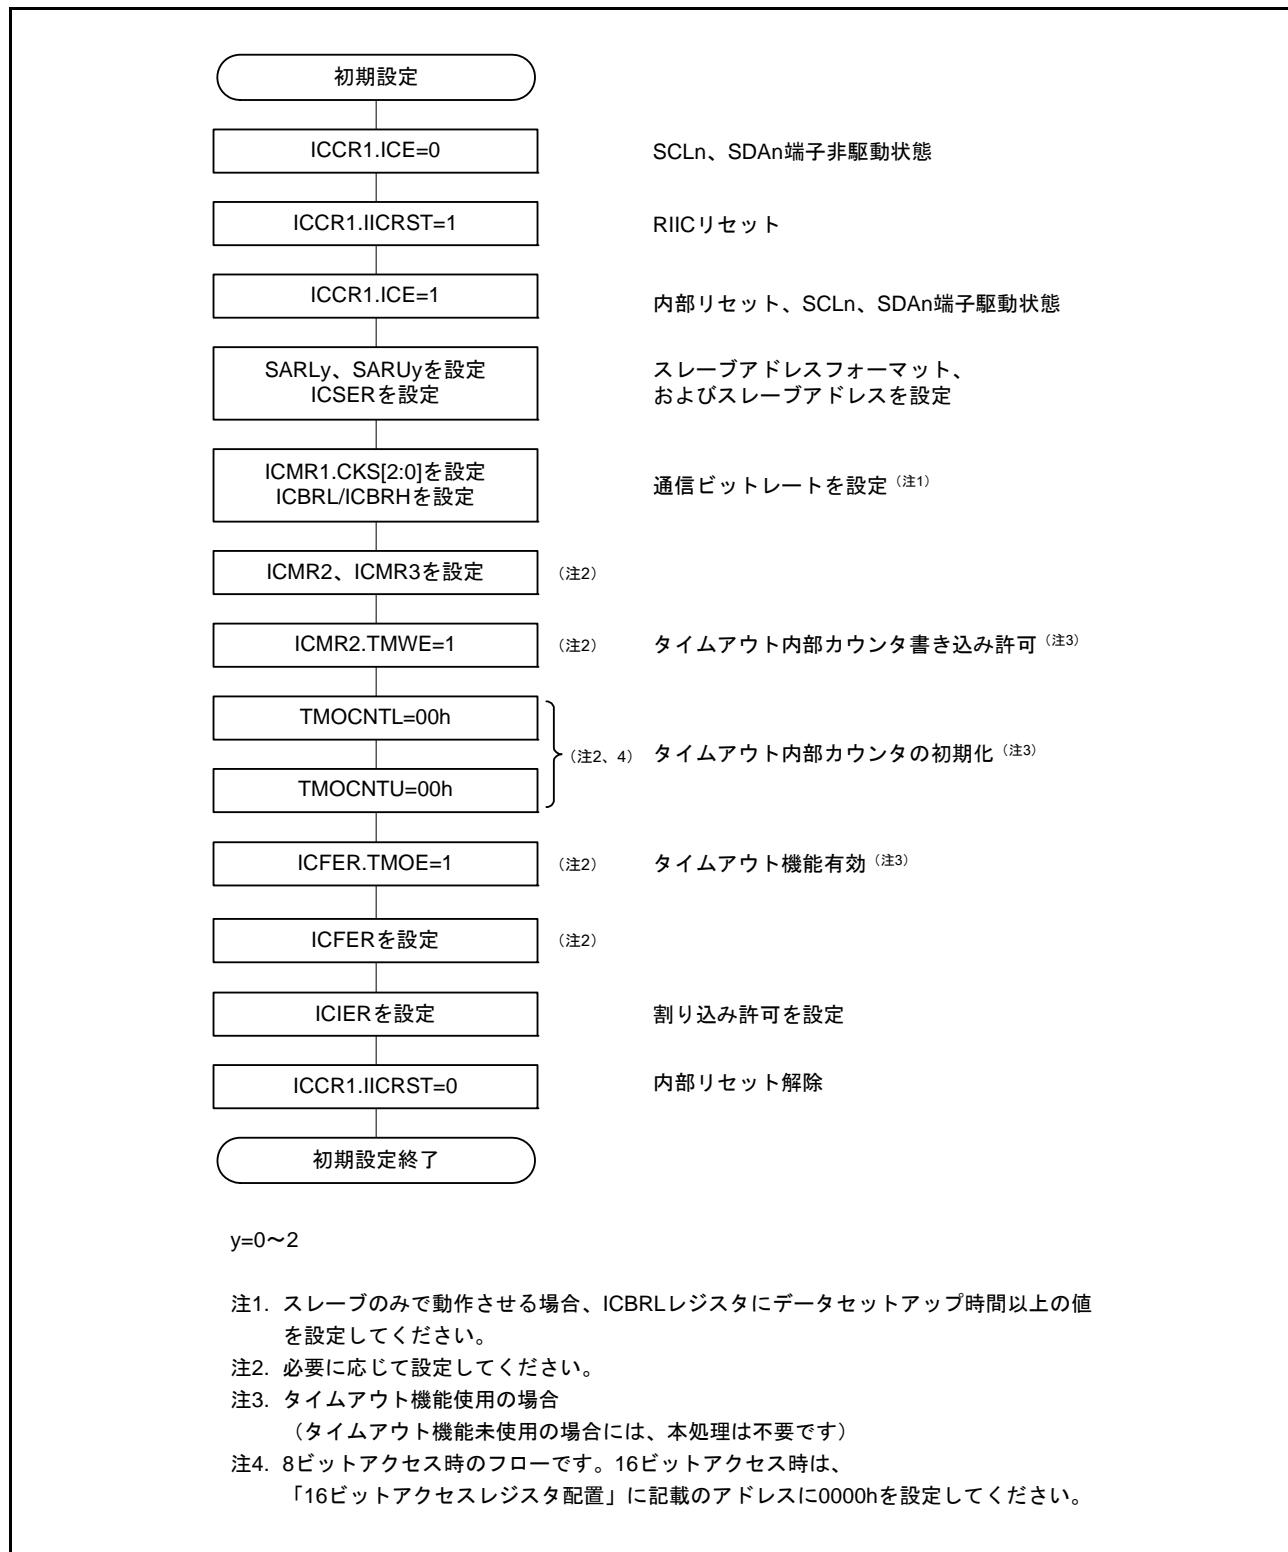

図 31.5 RIIC の初期化フローチャート例
データの送信 / 受信を開始する場合、図 31.5 に示す手順に従って RIIC を初期化してください。
- (1) ICCR1.ICE ビットを“0”（機能停止状態）にしたまま ICCR1.IICRST ビットを“1”（内部リセット）にした後、“0”（リセット解除）にします。これにより ICSR1 レジスタの各フラグや内部状態の初期化を行います。その後、SARLy、SARUy、ICSER、ICMR1、ICBRH、ICBRL レジスタ (y=0～2) を設定し、その他のレジスタは必要に応じて設定してください (RIIC の初期設定については図 31.5 参照)。必要なレジスタの設定が終了したら、ICE ビットを“1”（転送可能状態）にしてください。すでに RIIC の初期化が完了している場合、この手順は不要です。
- (2) ICCR2.BBSY フラグを読んでバスが解放状態であることを確認した後、ICCR2.ST ビットに“1”を書きます（スタートコンディション発行要求）。RIIC はスタートコンディション発行要求を受け付けると、スタートコンディションを発行します。RIIC はスタートコンディションを検出すると BBSY フラグ、ICSR2.START フラグを自動的に“1”にし、ST ビットを自動的に“0”にします。このとき ST ビットが“1”的状態で自分が出した SDA 信号と SDAn ラインの状態がずれることなくスタートコンディションを検出した場合、RIIC は ST ビットによるスタートコンディション発行が正しく行われたと認識し、ICCR2.MST、TRS ビットを自動的に“1”にしてマスタ送信モードになります。また ICSR2.TDRE は、TRS ビット=1 により自動的に“1”になります。
- (3) ICSR2.TDRE フラグが“1”であることを確認した後、ICDRT レジスタに送信データ（スレーブアドレスと R/W# ビット）を書いてください。ICDRT レジスタに送信データを書くと TDRE フラグは自動的に“0”になり、ICDRT レジスタから ICDRS レジスタにデータが転送されて、再び TDRE フラグが“1”になります。R/W# ビットを含むスレーブアドレスの送信が完了すると、送信された R/W# ビットにより自動的に TRS ビットが変更され送信モード / 受信モードが選択されます。RIIC は R/W# ビット=0 を受信すると、引き続きマスタ送信モードの状態を継続します。
- (1) ICCR1.ICE ビットを “0” (機能停止状態) にしたまま ICCR1.IICRST ビットを “1” (内部リセット) にしました後、“0” (リセット解除) にします。これにより ICSR1 レジスタの各フラグや内部状態の初期化を行います。その後、SARLy、SARUy、ICSER、ICMR1、ICBRH、ICBRL レジスタ ($y=0 \sim 2$) を設定し、他のレジスタは必要に応じて設定してください (RIIC の初期設定については図 31.5 参照)。必要なレジスタの設定が終了した後、ICE ビットを “1” (転送可能状態) にしてください。すでに RIIC の初期化が完了している場合、この手順は不要です。
- (2) ICCR2.BBSY フラグを読んでバスが解放状態であることを確認した後、ICCR2.ST ビットに “1” を書きます (スタートコンディション発行要求)。RIIC はスタートコンディション発行要求を受け付けると、スタートコンディションを発行します。RIIC はスタートコンディションを検出すると BBSY フラグ、ICSR2.START フラグを自動的に “1” にし、ST ビットを自動的に “0” にします。このとき ST ビットが “1” の状態で自分が出した SDA 信号と SDAn ラインの状態がずれることなくスタートコンディションを検出した場合、RIIC は ST ビットによるスタートコンディション発行が正しく行われたと認識し、ICCR2.MST、TRS ビットを自動的に “1” にしてマスタ送信モードになります。また ICSR2.TDRE フラグは、TRS ビット = 1 により自動的に “1” になります。
- (3) ICSR2.TDRE フラグが “1” であることを確認した後、ICDRT レジスタに送信データ (スレーブアドレスと R/W# ビット) を書いてください。ICDRT レジスタに送信データを書くと TDRE フラグは自動的に “0” になり、ICDRT レジスタから ICDRS レジスタにデータが転送されて、再び TDRE フラグが “1” になります。R/W# ビットを含むスレーブアドレスの送信が完了すると、送信された R/W# ビットにより自動的に ICCR2.TRS ビットが変更され送信モード / 受信モードが選択されます。RIIC は R/W# ビット = 1 を受信すると、9 クロック目の立ち上がりで TRS ビットを “0” にしてマスタ受信モードに移行します。このとき TDRE フラグは “0” に、ICSR2.RDRF フラグは自動的に “1” になります。
- (1) 図 31.5 に示す手順で RIIC を初期設定してください。すでに RIIC の初期化が完了している場合、この手順は不要です。初期設定完了後、RIIC はスレーブアドレスが一致するまで待機状態となります。
- (2) RIIC はスレーブアドレスが一致した場合、SCL クロックの 9 クロック目の立ち上がりで該当する ICSR1.HOA, GCA, AASy ビット ($y=0 \sim 2$) のいずれかを “1” にし、SCL クロックの 9 クロック目のアクノリッジビットに ICMR3.ACKBT ビットに設定した値を返信します。このとき受信した R/W# ビットが “1” のとき、ICCR2.TRS ビットおよび ICSR2.TDRE フラグを “1” にし、自動的にスレーブ送信モードに切り替わります。
- (3) ICSR2.TDRE フラグが “1” であることを確認した後、ICDRT レジスタに送信データを書いてください。このとき、ICFER.NACKE ビットが “1” の状態でマスタデバイスからアクノリッジがなかった（NACK を受信した）場合、RIIC は次の通信動作を中断します。
- (4) ICSR2.NACKF フラグが “1” になるか、または最終送信データを ICDRT レジスタに書いた後、ICSR2.TDRE フラグが “1” の状態で、ICSR2.TEND フラグが “1” になるまで待ってください。ICSR2.NACKF フラグが “1” または TEND フラグが “1” の場合、RIIC は 9 クロック目の立ち下がり以降 SCLn ラインを Low にホールドします。
- (5) ICSR2.NACKF フラグが “1” または ICSR2.TEND フラグが “1” の場合、終了処理のため ICDRR レジスタをダミーで読んでください。これにより SCLn ラインを開放します。
- (6) RIIC はストップコンディションを検出すると、ICSR1.HOA, GCA, AASy ビット ($y=0 \sim 2$)、ICSR2.TDRE, TEND フラグ、ICCR2.TRS ビットを自動的に “0” にし、スレーブ受信モードに移行します。
- (7) ICSR2.STOP フラグが “1” であることを確認した後、次通信のために ICSR2.NACKF, STOP フラグを “0” にしてください。
- (2) RIIC はスレーブアドレスが一致した場合、RIIC は SCL クロックの 9 クロック目の立ち上がりで該当する ICSR1.HOA, GCA, AASy ビット ($y=0 \sim 2$) のいずれかを “1” にし、SCL クロックの 9 クロック目のアクノリッジビットに ICMR3.ACKBT ビットに設定した値を返信します。このとき受信した R/W# ビットが “0” なら、スレーブ受信モードの状態を継続し、ICSR2.RDRF フラグを “1” にします。
- (3) ICSR2.STOP フラグが “0” で、かつ ICSR2.RDRF フラグが “1” であることを確認したら、最初の 1 回目は ICDRR レジスタをダミーで読んでください(なお、ダミーで読んだ受信データは 7 ビットアドレスフォーマット時にスレーブアドレス + R/W# ビット、10 ビットアドレスフォーマット時は下位 8 ビットアドレスになります)。
- (4) ICDRR レジスタを読むと RIIC は ICSR2.RDRF フラグを自動的に “0” にします。なお、ICDRR レジスタの読み出しが遅れて、RDRF フラグが “1” になった状態で次のデータを受信すると、RIIC は RDRF フラグが “1” になるタイミングの 1 つ手前の SCL クロック立ち下がりで SCLn ラインを Low にホールドします。この Low ホールドは ICDRR レジスタを読むことで解除され RIIC は SCLn ラインを開放します。ICSR2.STOP フラグが “1” で、かつ ICSR2.RDRF フラグが “1” の場合、または全データ受信が完了するタイミングで ICDRR レジスタを読んでください。
- (5) RIIC はストップコンディションを検出すると、ICSR1.HOA, GCA, AASy ビット ($y=0 \sim 2$) を自動的に “0” にします。
- (6) ICSR2.STOP フラグが “1” であることを確認した後、次通信のために ICSR2.STOP フラグを “0” にしてください。